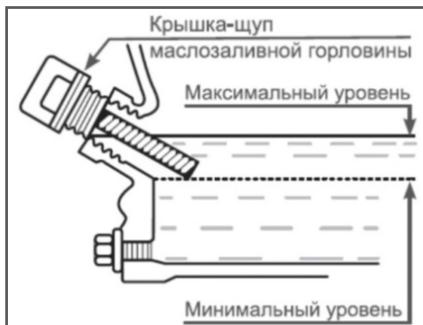

Рис. 9 Проверка уровня масла в картере
- Аккуратно вытащите щуп и осмотрите его. Уровень масла должен соответствовать верхней отметке на щупе (Рис. 9).
Максимальный уровень масла в картере соответствует нижней кромке заливного отверстия (Рис. 9).
2. Выкрутите крышку-щуп маслозаливной горловины и извлеките щуп (Рис. 9).
При недостаточном уровне масла в картере необходимо долить чистое масло до верхней отметки на щупе, что соответствует нижней кромке заливного отверстия (Рис. 9).